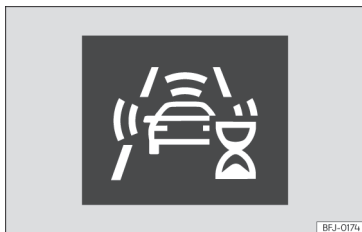

Fig. 168 No ecrã do painel de instrumentos: indicação de autocalibração inicial do sistema.
- Durante vos primeiros instantes de condução após unir a ignição, devido à autocalibração inicial do sistema. Durante esse período mostra-se um ícone de estado » **Fig. 168.**